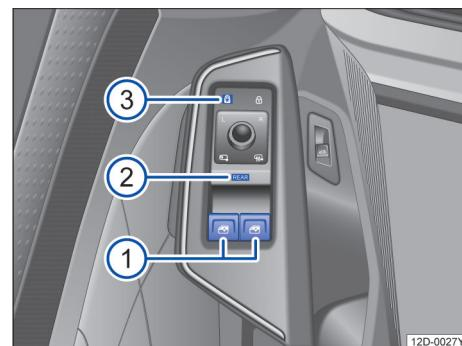

图 58 在驾驶员车门内：前部和后部电动车窗升降器的按钮
- ① 电动车窗升降器的按钮。
- ② 操作区 REAR 用于激活后部电动车窗升降器以及便捷开启及关闭的操作。
- ③ 操作区用于关闭后车门内的电动车窗升降器按钮和打开电动儿童安全锁。
默认情况下，可以通过按钮④→图 58 ① 操作前车门内的电动车窗升降器。
REAR 短暂按下操作区→图 58 ②，可激活后车门中的电动车窗升降器的操作。如果激活后车门中的电动车窗升降器的操作，操作区的功能照明将亮起。再次短暂按下操作区 REAR，可激活前车门中的电动车窗升降器的操作。如果在激活后，未操作后车门内电动车窗升降器，则前车门内的电动车窗升降器的操作将在大约 10 秒钟后被再次激活。
按下操作区→图 58 ③，以关闭后车门的电动车窗升降器按钮。同时打开电动儿童安全锁。当后车门内的电动车窗升降器按钮被禁用且儿童安全锁打开时，操作区中的指示灯亮起黄色。